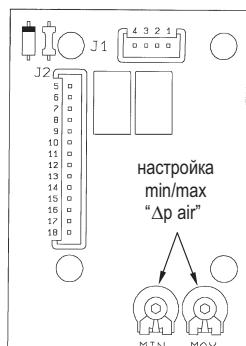

Рис. 3
- 2) Используя триммер "MAX" на электронной плате вентилятора (рис. 3) настройте максимальный перепад давления в соответствии с таблицей: